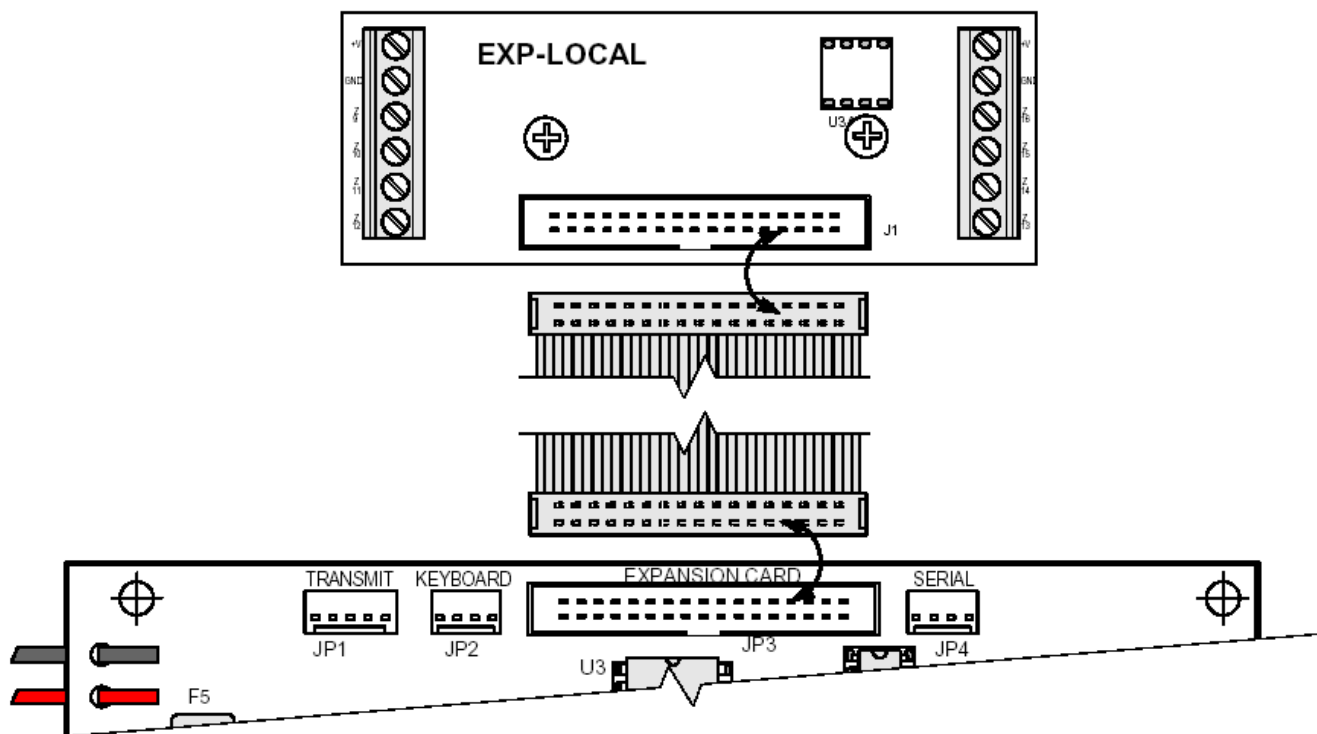

Рисунок 28 - Подключение локального расширителя
2.16.1.2. Подключите расширитель к плате прибора, используя плоский 32-проводной кабель (см. Рисунок 28).